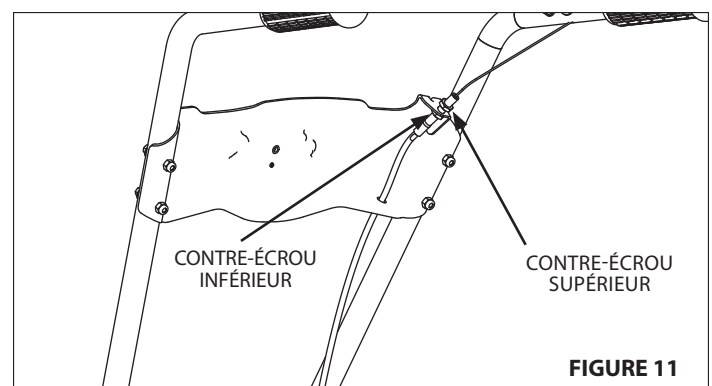

FIGURE 11
VOIR FIGURE 11
5. Pour le réglage, **VOIR LA FIGURE 11** et les Instructions sur le réglage de la tension de la courroie.